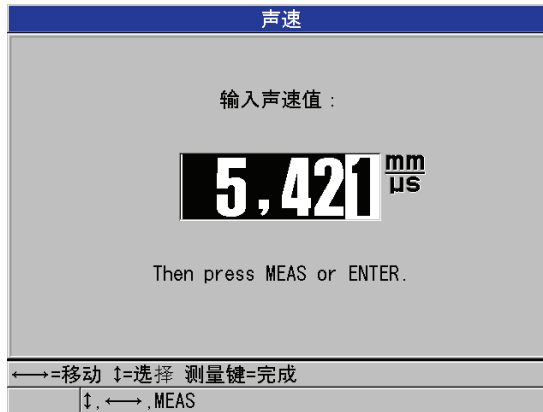

图 5-7 输入已知材料声速
2. 在**声速**屏幕（参见第 61 页的图 5-7）中，使用箭头键将声速编辑为已知声速值。